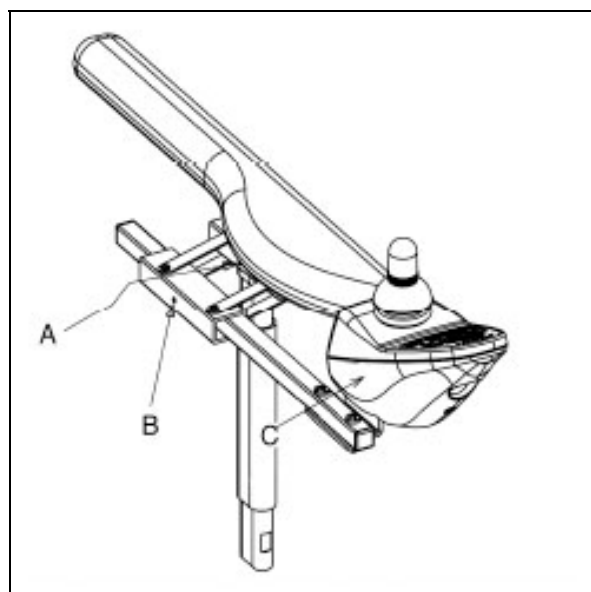

Abbildung 4.3
1. Lösen Sie die Stellschraube (Abb. 4.3 - A) einige Umdrehungen; verwenden Sie dazu einen Inbusschlüssel mit einer Schlüsselweite von 3 mm.
1. Lösen Sie die Stellschraube (Abb. 4.3 - B) einige Umdrehungen; verwenden Sie dazu einen Inbusschlüssel mit einer Schlüsselweite von 4 mm.